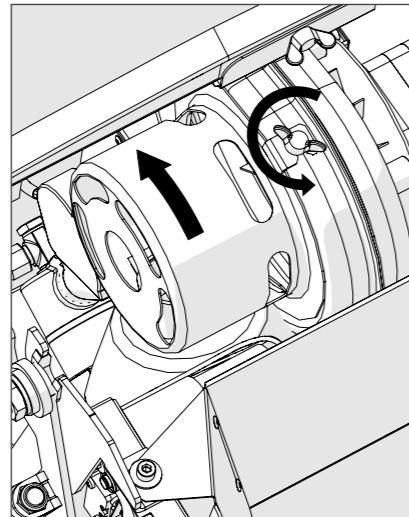

Fig. 10
4. Dévissez la vis sur l'adaptateur de l'extracteur (fig. 10).